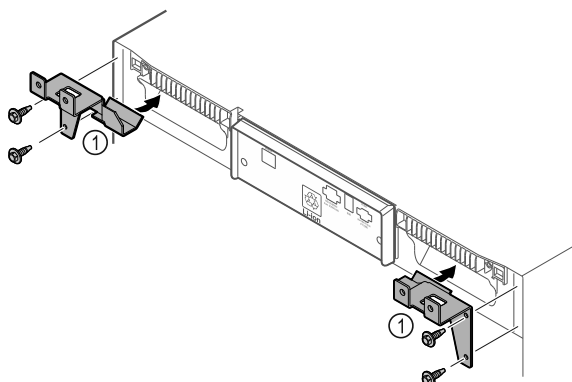

Fig. 12
- Montera fästdelarna Fig. 12 (1) på apparaten med självgängande skruvar.